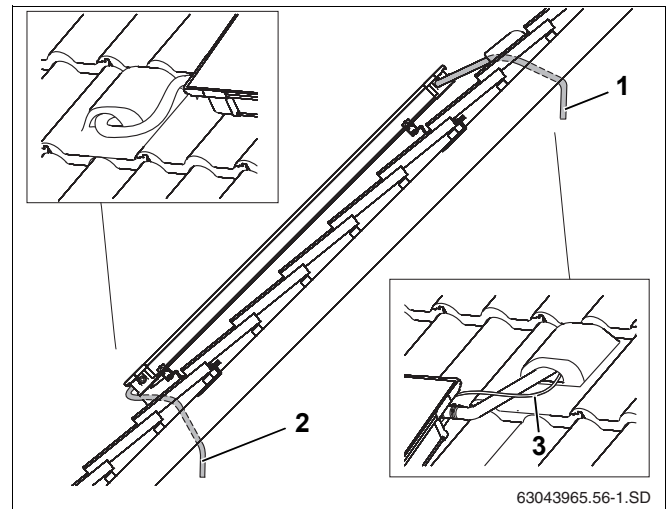

Рис. 50 Проводка соединительных линий под крышу
- ▶ Проведите шланг солнечного коллектора вместе с проводом датчика через черепицу с вентиляционным отверстием (рис. 50, поз. 1) и изоляцию кровли.